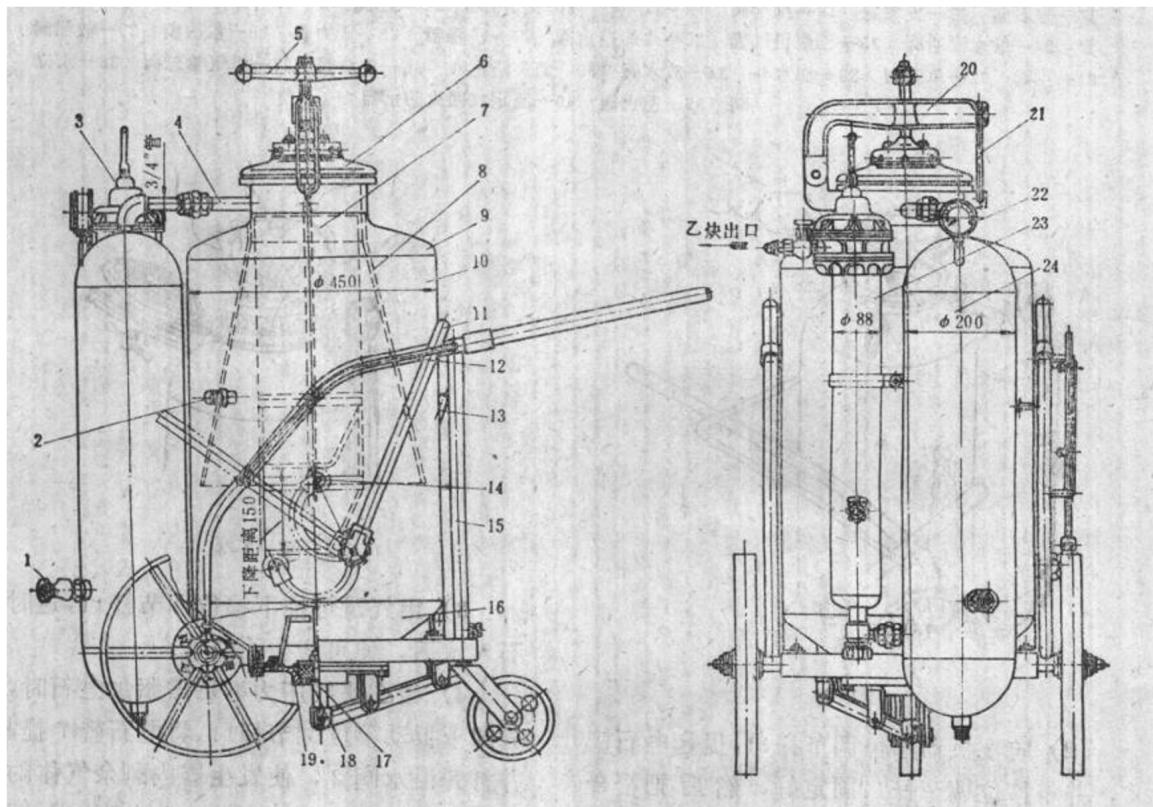
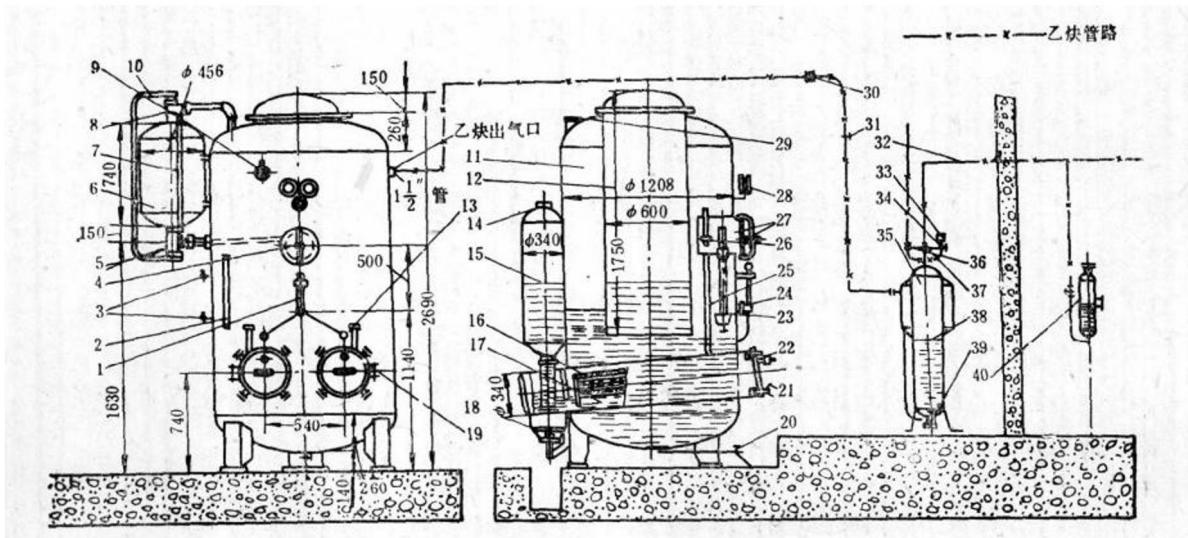
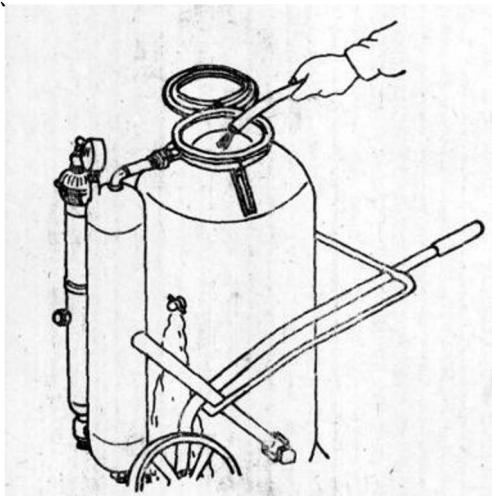

图 1-1
图 1-2
图 1-3
随着瓶装乙炔气使用的普及，乙炔发生器的使用日趋减少，目前仍在使用的乙炔发生器主要有排水式YJP-1.0-1.0型（见图1-1）和联合式YJP-1.0-0.6型（见图1-2）等中压乙炔发生器。
1) 首先打开图1-1中的溢水阀2和盖6，然后将清水灌入乙炔发生器（见图1-3）、贮气筒24和回火防止器内，待水从各自的溢水阀流出后，停止灌水，并关闭各溢水阀。
1) 乙炔发生器使用前，应先从图1-2中的加水斗33灌注清水，直至回火防止器的水位阀38有水流出为止，然后关闭水阀。